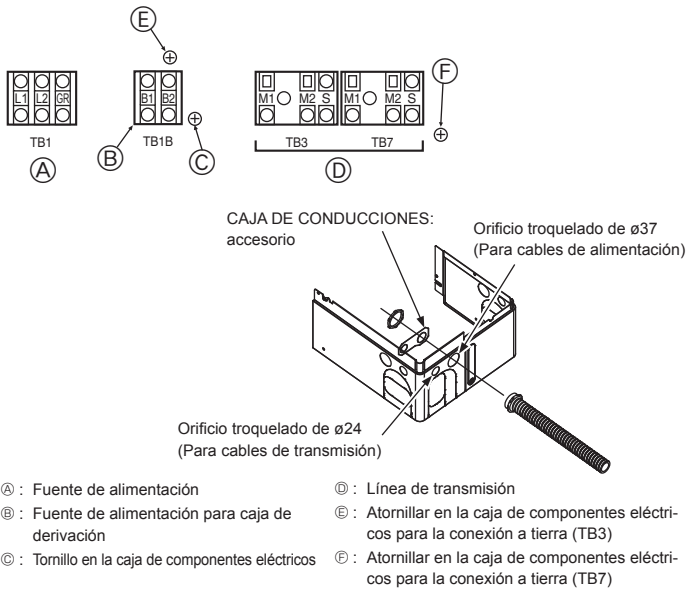

Fig. 6-1
- ⑦ Únicamente la línea de transmisión especificada debería ser conectada al bloque de terminal para la transmisión de la unidad exterior. (La línea de transmisión que debe conectarse con la unidad interior: El bloque de terminal TB3 para la línea de transmisión. Otro: El bloque de terminal TB7 para un control centralizado) Una conexión errónea no permite que el sistema funcione.
- ⑧ Si se conecta con el controlador de gama alta o se efectúa una manejo en grupo en diferentes sistemas de refrigeración es necesaria la línea de control para la transmisión entre cada una de las unidades exteriores. Conecte esta línea de control entre los bloques de terminal para un control centralizado (línea de dos cables sin polaridad). Cuando se lleva a cabo un manejo en grupo en diferentes sistemas de refrigeración sin conectar al controlador de gama alta, cambie el inserto del conector de cortocircuito de CN41 de una unidad exterior a CN40.
- ⑨ Antes de activar la unidad exterior, compruebe que haya desactivado las unidades interiores y las cajas de derivación.
6.2. Caja de control y posición de conexión de los cables (Fig. 6-1)
- Conecte el cableado entre la unidad exterior y la caja de derivación al bloque de terminales de transmisión (TB3) de la unidad exterior. Conecte el cableado entre la unidad exterior y el sistema de control centralizado al bloque terminales de transmisión (TB7) de la unidad exterior. Al utilizar cableado blindado, conecte la tierra del cableado blindado al terminal de blindaje (S) del bloque de terminales (TB3) o (TB7). Si se ha cambiado la conexión del conector de la fuente de alimentación de transmisión de la unidad exterior de CN41 a CN42, conecte el terminal de blindaje (S) del bloque de terminales (TB7) al tornillo F utilizando el cable conductor incluido.
* El terminal de blindaje (S) del bloque de terminales de transmisión (TB3) se conecta a la tierra E cuando la unidad sale de fábrica.